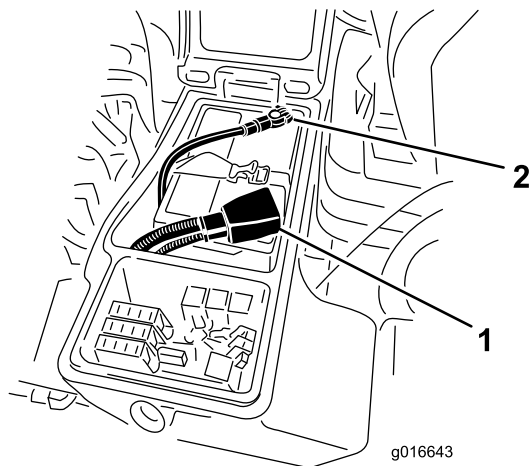

Figure 123
1. Branchez le câble positif (rouge) de la batterie sur la borne positive (+) de la batterie (Figure 123).